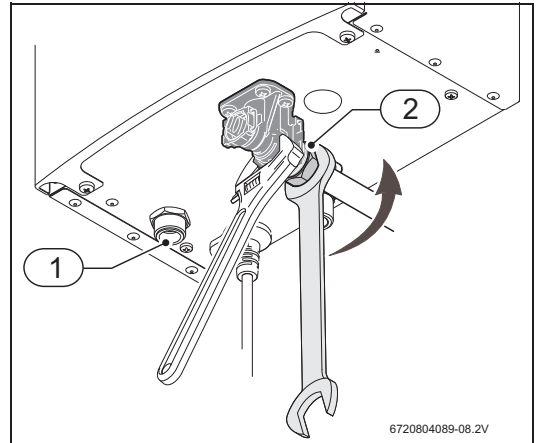

Fig. 15 Conexión de agua
- ▶ Cuando apretar la conexión de agua fría, fijar el módulo de agua conforme indicado en la Fig. 15.
- ▶ Realizar las conexiones de entrada (Fig. 15, [2]) y salida (Fig. 15, [1]) de agua utilizando los accesorios de conexión suministrados o recomendados.